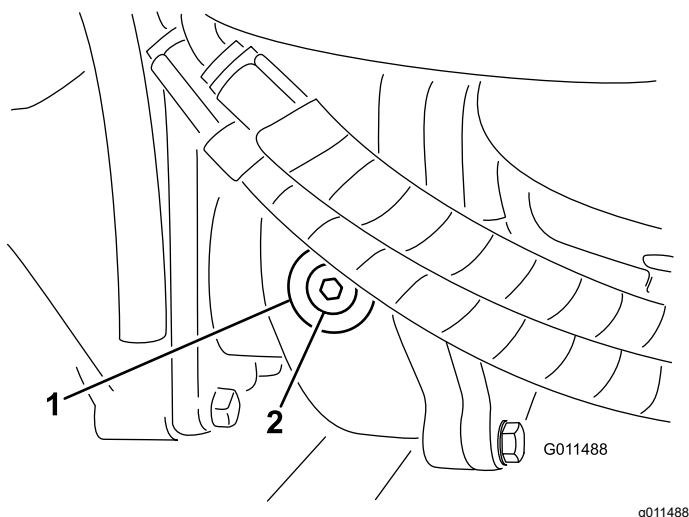

图 71
2. 从齿轮箱的左侧取出检查/注油塞图 71 确保润滑剂向上直至孔的底部。如果润滑剂过少请添加足够的润滑剂直至液位达到孔的底部。